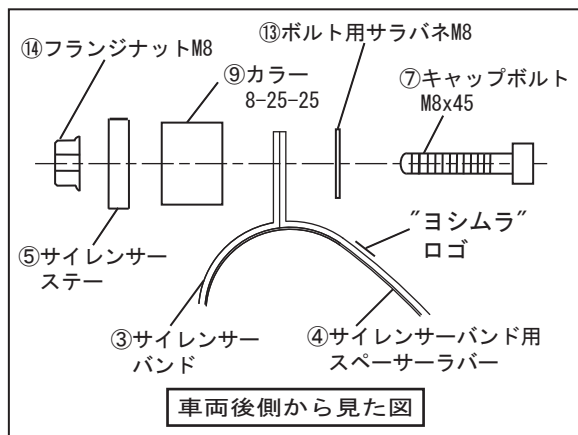

FIG. 10
9. ②サイレンサーに③サイレンサーバンド、④サイレンサーバンド用スペーサーラバーを通して、⑦キャップボルトM8×45、⑬ボルト用サラバネM8、⑨カラー8-25-25、⑭M8フランジナットにて⑤サイレンサーステーに仮締めして下さい。(FIG. 10, 11 参照)